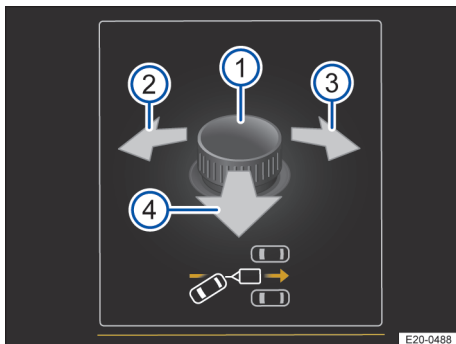
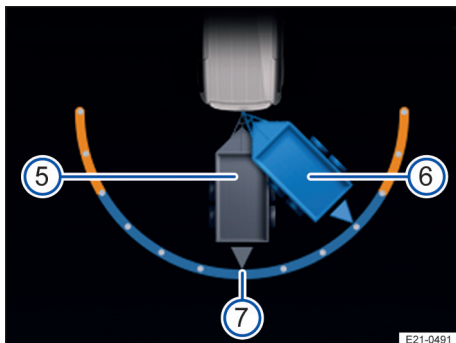

Fig. 136 Pe ecranul panoului de bord: operația setării unghiului remorcii de la comutatorul oglinzilor exterioare.
Fig. 137 Pe ecranul panoului de bord: modificarea sensului de deplasare al remorcii.
4. Basculați comutatorul până când atingeți poziția dorită → fig. 136 ①. Pe afișajul din panoul de bord apare o imagine orientativă a ansamblului autovehicul cu remorcă în poziția actuală → fig. 137 ⑤.
6. Dacă este necesar, corectați unghiul, de la comutatorul → fig. 136 ①.
7. Apăsăți comutatorul spre stânga ② sau spre dreapta ③, pentru a determina direcția de mers.
8. Trageți comutatorul înapoi ④.